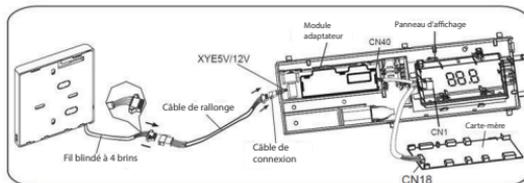

Fig. 9 – Installation du module KSACN0801AAA
8. Consultez la figure 9, et branchez la fiche femelle noire à 4 broches, provenant du panneau multifonction, à l'extrémité mâle du fil de rallonge.
9. Consultez la figure 9, et branchez la fiche femelle du fil de rallonge à la fiche mâle de la télécommande filaire, puis fermez tous les couvercles.